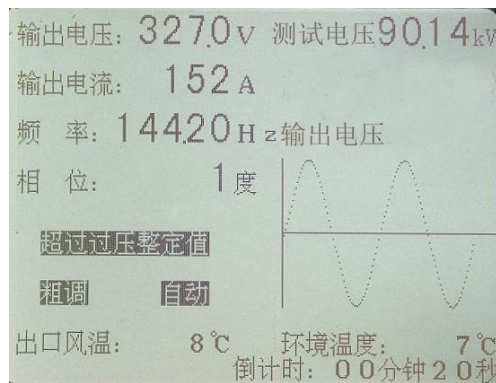

图 30 HMCXZW 变频电源装置故障显示
8.2.5 在试验过程中，当试验电压超过设定的过压整定值，将会发出报警信号，并且断开高压试验回路，同时屏幕上显示【超过过压整定值】，见图 30。